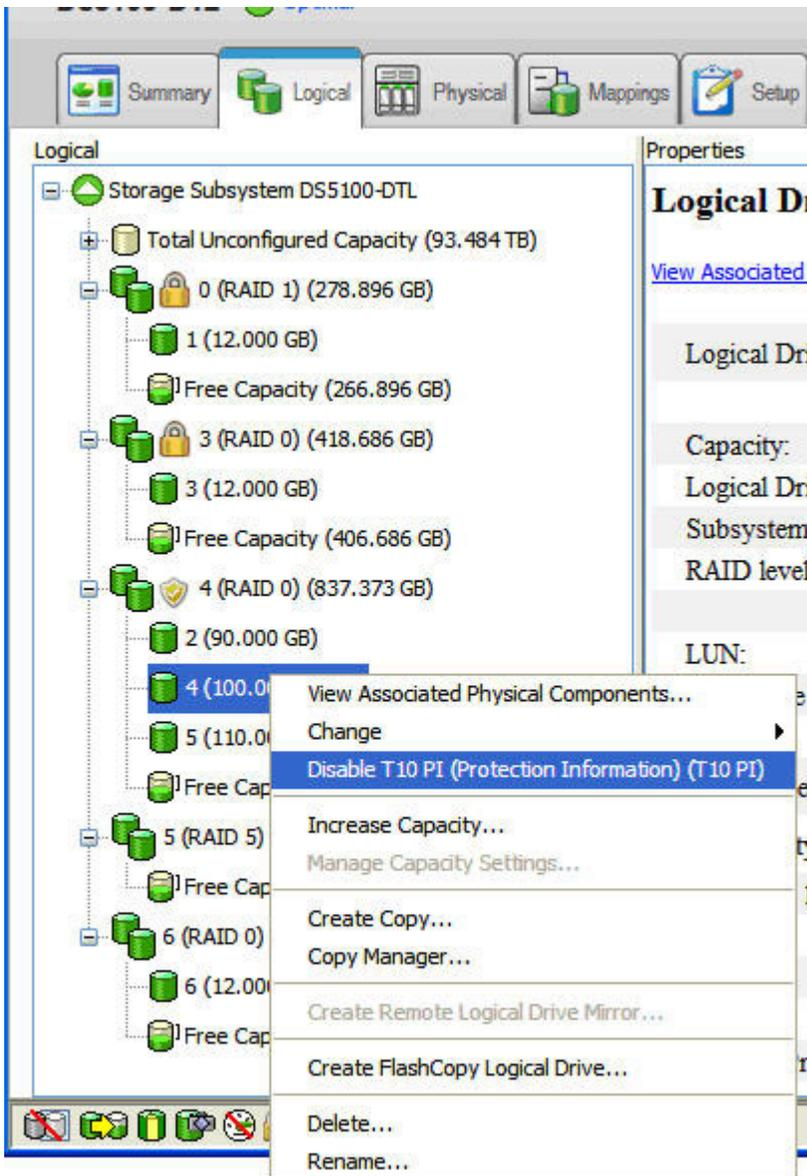

Figura 12. Desativando o T10PI
- Clique com o botão direito do mouse na unidade na qual está desativando a capacidade para T10PI e selecione **Desativar T10PI (Informações sobre Proteção) (T10PI)**, conforme mostrado na Figura 12 na página 66.